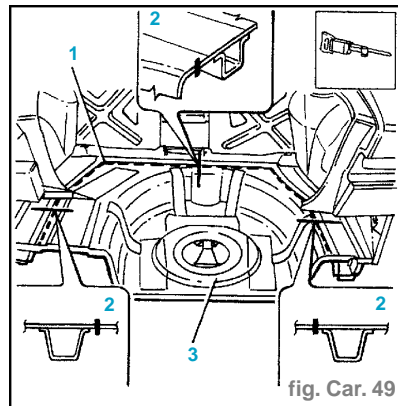

fig. Car. 49
- Utiliser la scie pneumatique en suivant les lignes hachurées, comme l'indique l'illustration (1) (fig. Car. 49).